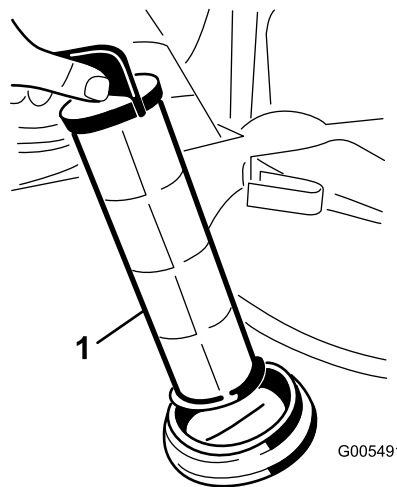

Figura 67
4. Retire o filtro de rede da sucção da estrutura do filtro de rede no depósito (Figura 67).